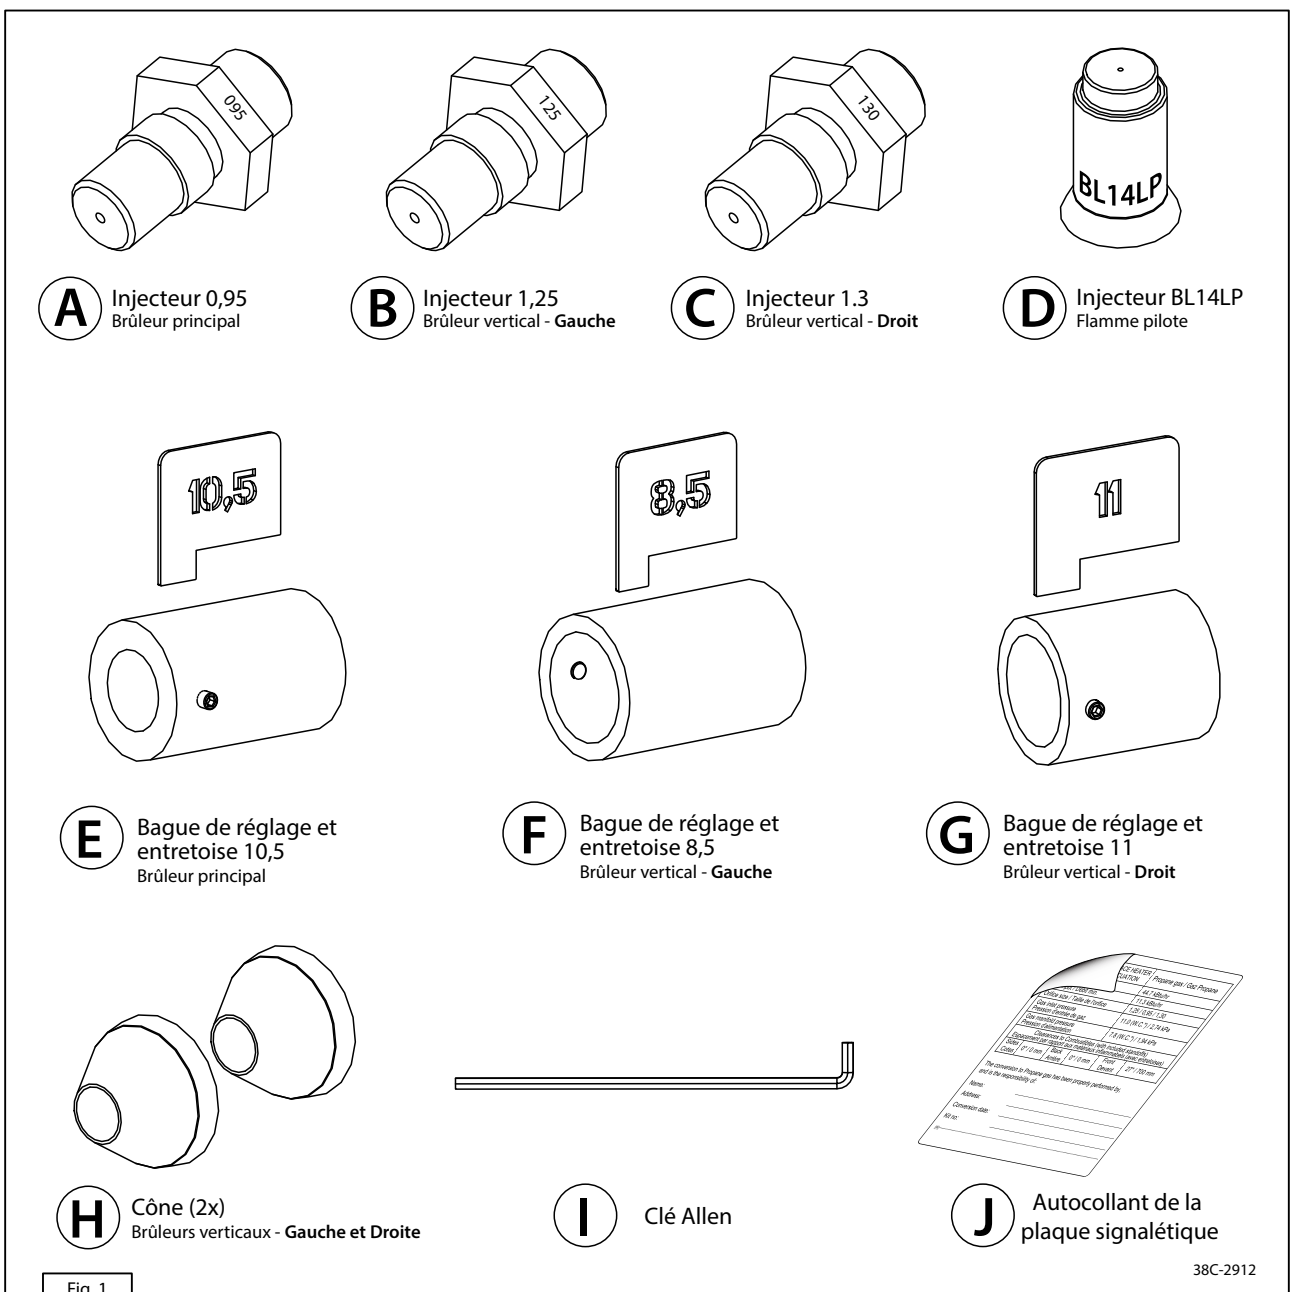

Fig. 1
Les nouveaux injecteurs sont fournis dans le kit de conversion. Il est important que le bon injecteur soit installé dans le bon brûleur. Utilisez les injecteurs A, B et C des figures 1 et 4.
- Remplacez les anciens injecteurs par les nouveaux du kit de conversion (étape 2). Veillez à ce qu'ils soient de la bonne taille! (voir la figure 1).
- Remplacez l'ancien injecteur par le nouvel injecteur du kit de conversion (étape 5). Veillez à ce qu'il soit de la bonne taille! (voir la figure 1).
Le nouvel injecteur pour la veilleuse est fourni dans le kit de conversion. Pour ce faire, utilisez l'injecteur D des figures 1 et 5.